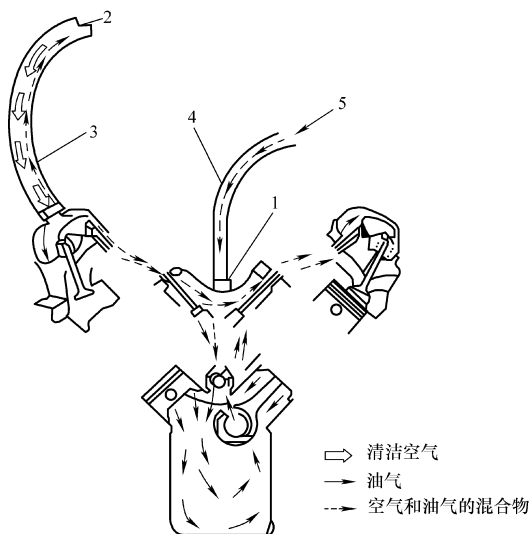

图 1-10 PCV 结构与工作原理
(1) PCV 定义 PCV 是英文 Positive Crankcase Ventilation 的缩写, 中文的意思是曲轴箱强制通风控制系统。它的功用是将曲轴箱内的窜气导入发动机燃烧室燃烧, 以免活塞和气缸壁之间的窜气逸入大气中, 造成环境污染。
(2) PCV 结构与工作原理 PCV 装置主要由通气软管、PCV 阀组成, 如图 1-10 所示。